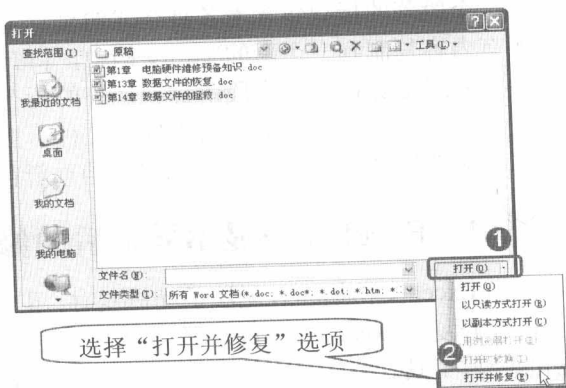

图 10-31 选择“打开并修复”选项
步骤② 在“打开”对话框中，选中已损坏的乱码文档或无法打开的 Word 文档，然后单击“打开”按钮右侧的小三角形按钮，在弹出的下拉菜单中选择“打开并修复”选项，如图 10-31 所示。